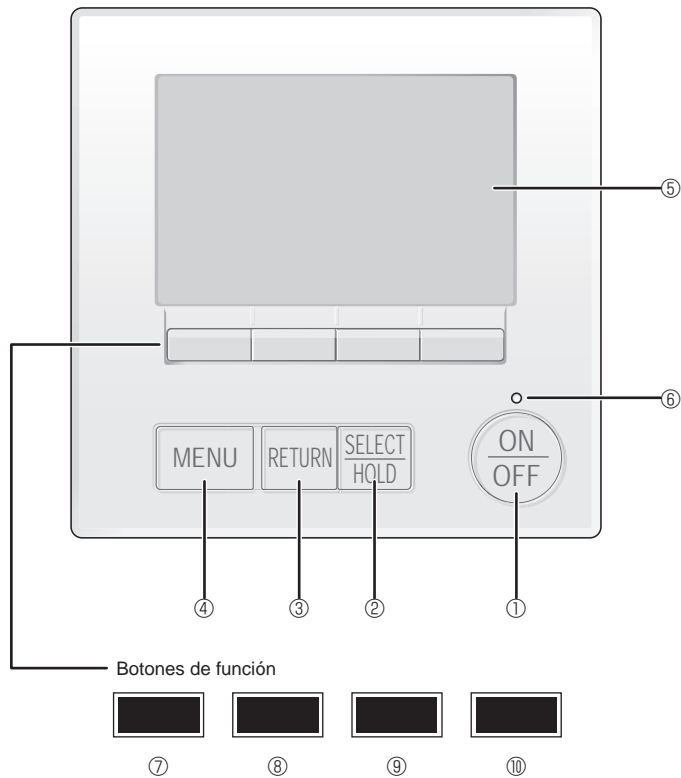

Fig. 7-2
7.3.1. Al usar el mando a distancia MA con cable (Fig. 7-2)
① Botón [ON/OFF]